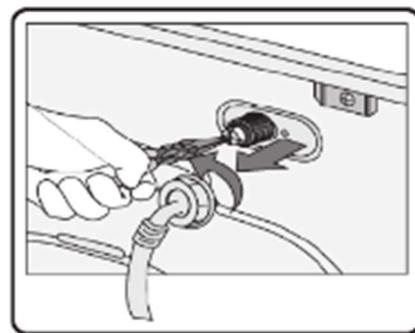

Рис. 3
- Пользуясь плоскогубцами, осторожно вытяните сетчатый фильтр из соединения на стиральной машине и прочистите его (рис.3).